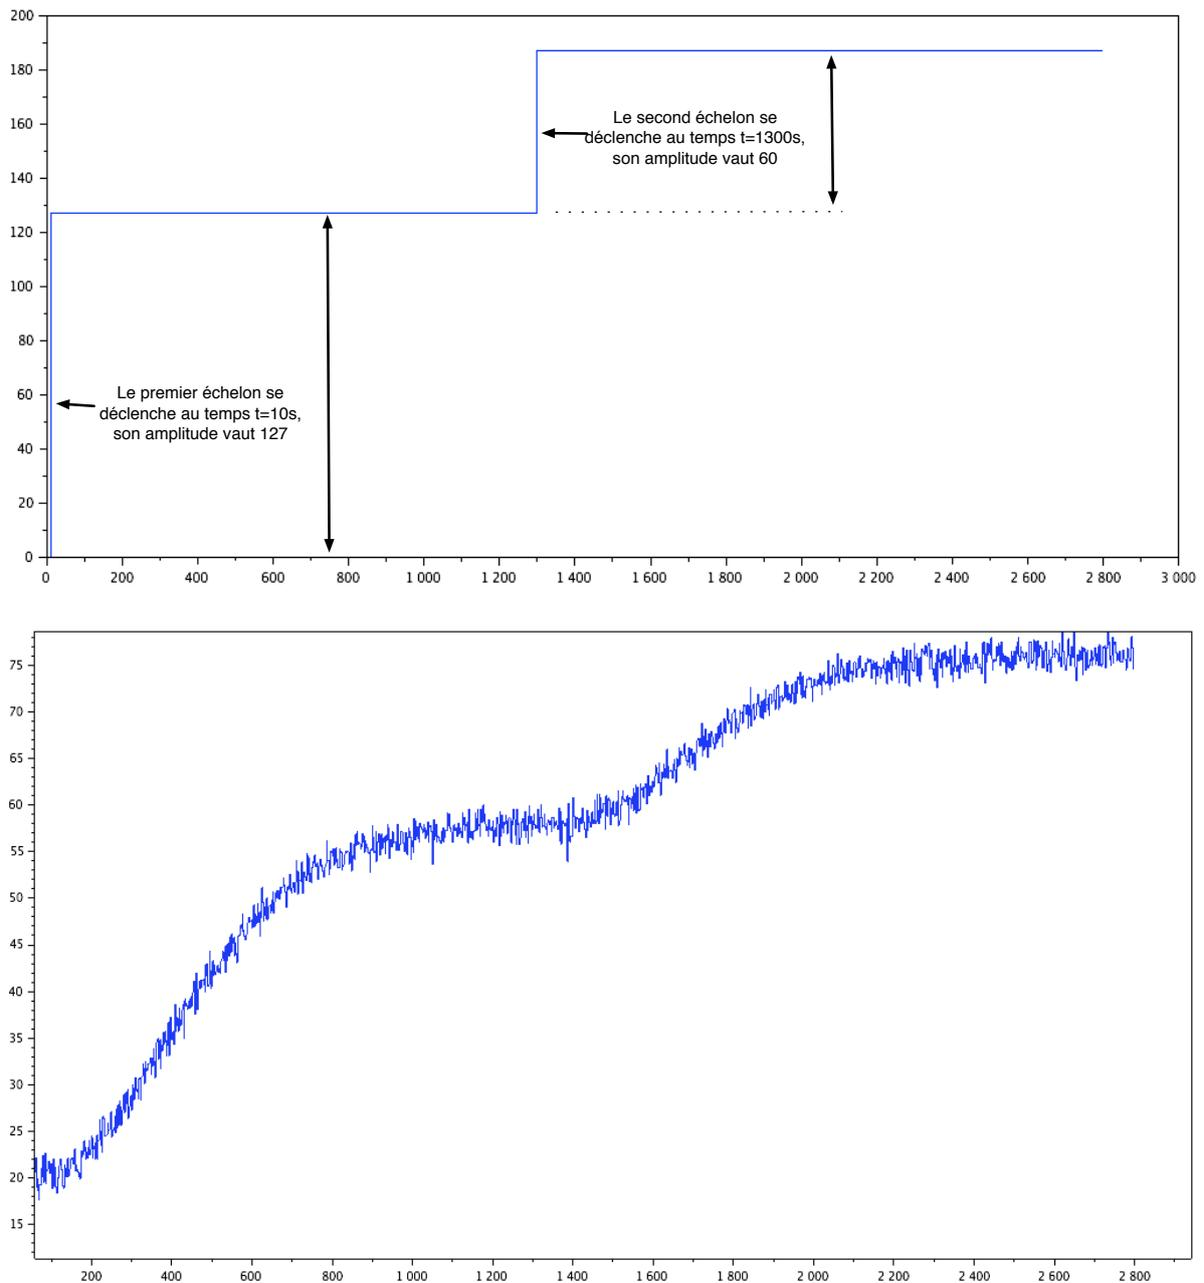

FIG. 1 – La température initiale est égale à 20°
Pour ce faire, nous allons appliquer au système un échelon d'une certaine amplitude  $u^*$  (par exemple en prenant  $u^* = 127$  on se place au milieu de la plage de contrôle) et le laisser se stabiliser. L'amplitude du contrôle et la température à laquelle le système sera stabilisé constituera le point de fonctionnement. Par exemple, dans Figure 1, le point de fonctionnement est environ  $(127,56)$ .
Dans un second temps, un second échelon permettra l'identification du système *autour du point de fonctionnement*. Ceci signifie que on considérera, pour identifier le système, *les variations* du contrôle et de la sortie par rapport au *point de fonctionnement*. La figure 1 présente un exemple d'une expérience de ce type ainsi que la réponse associée.
- P1 - En utilisant la méthode de Strejc vue en cours, déterminer une fonction de transfert du procédé utilisé pour réaliser la figure 1, en variation autour de la valeur médiane de la commande – ce qui correspond à la deuxième montée.